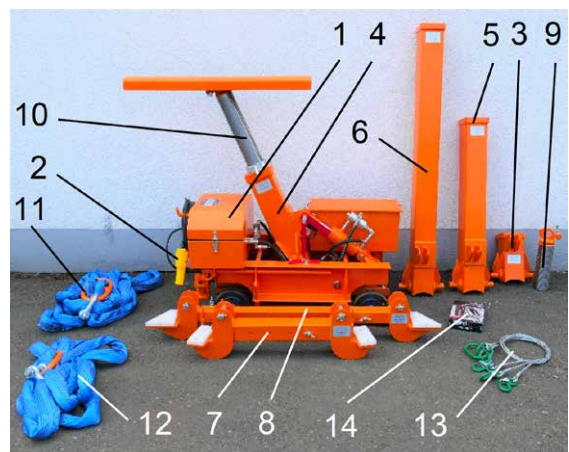

Abb. 3
- Packen Sie das Gerät aus und kontrollieren Sie den Lieferumfang (Abb. 3):
- Zum Transport das 3-strängige Seilgehänge (13) an den 3 Anschlagpunkten (40) befestigen und mit einem geeigneten Hebezeug anheben (Abb. 3, 4, 9).
- Steuertaster (19) betätigen: wenn der Zugzylinder (38) komplett ausgefahren ist, löst der Spannzylinder den RZE.
- Zum Ziehen des nächsten Rohres bleibt der RZE an gleicher Position stehen. Das kurze Zugband (11) wird gegen das lange Zugband (12) ausgetauscht (Abb. 3).
- Zwei Stränge des Seilgehänges (13) an den beiden vorderen Anschlagpunkten (40) einhängen und anheben. RZE etwas aus dem Rohr fahren und den 3. Strang an dem hinteren Anschlagpunkt (40) anschlagen. RZE aus dem Rohrgraben heben.